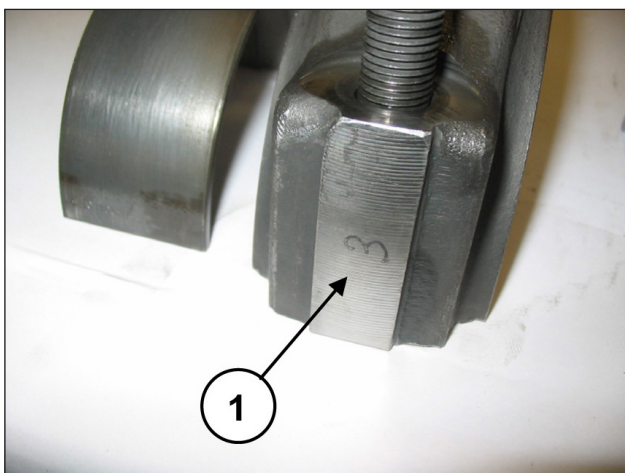

Fig. 33
Acoplar las semibielas en los sombreretes ya desmontados, controlando la numeración (pos. ①, Fig. 33).
Separar los sombreretes de las semibielas; controlar los números laterales para emparejarlos de manera correcta (pos. ①, Fig. 33).